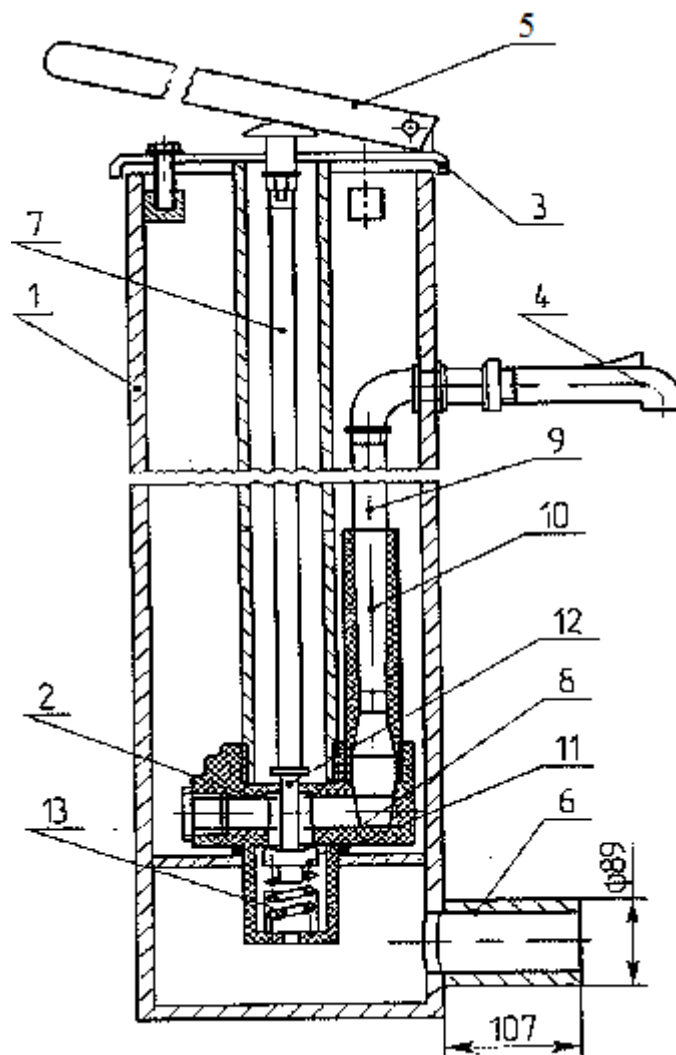

Рисунок 1 – Колонка водоразборная
3.1 Колонка водоразборная (рисунок 1) состоит из корпуса 1, пакета 2, крышки 3, водосливного отвода 4, ручки 5.